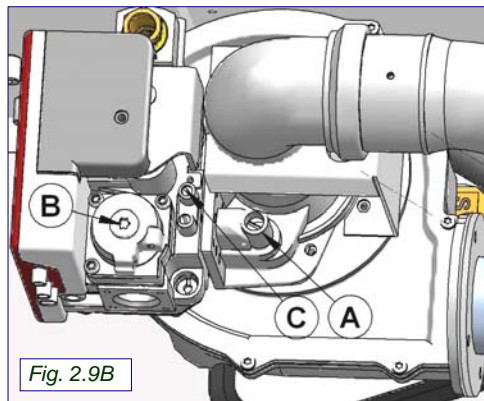

Fig. 2.9B
N.B. La vis (B) (Fig.2.9B) de la valve du gaz ne nécessite aucun réglage, car elle a été calibrée lors du test en usine avec un rapport air/gaz 1/1